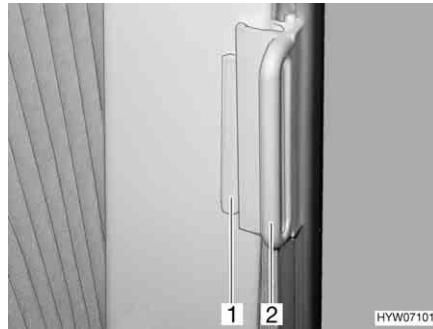

Bild 85 Plisségardin, förarhyttsfönster
- Håll i plisségardinernas handtag (Bild 85,2) och drag försiktigt för dem tills att magnetlåset håller plisségardinen stängd.
- Skjut in handtaget (Bild 85,2) över kanten (Bild 85,1). Plisségardinen är säkrad.